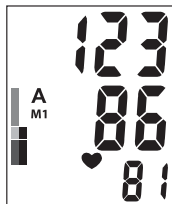

Рис.6
3. Просмотреть содержимое памяти прибора Вы можете, нажав кнопку M1 или M2. При первом нажатии кнопки M1 (или M2) на экране появится среднее значение 3-х последних измерений, сохраненных в память M1 (или M2) (рис. 6). При повторном нажатии кнопки M1 (или M2) на экране появится индикатор выбранной памяти M1 (или M2) и номер ячейки памяти, а через 1 секунду отображается ее содержимое (рис. 7). При отображении содержимого ячейки памяти, дата и время измерения индицируется попеременно в нижней строке дисплея. Каждое нажатие кнопки M1 (или M2) вызывает переход к следующей ячейке памяти.